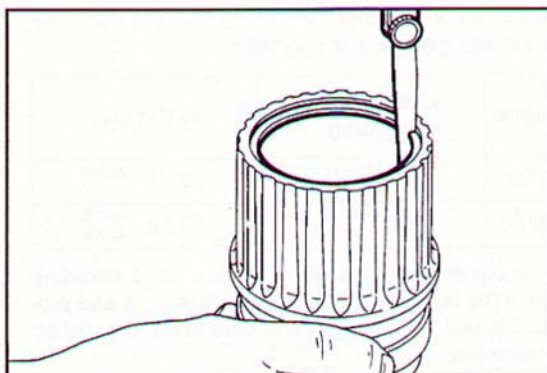

Fig. 104 ▼
- introdurre i segmenti in una canna e misurare la luce di giunzione (Fig. 104):
- put the piston rings into a liner and measure fitting clearance (Fig. 104):